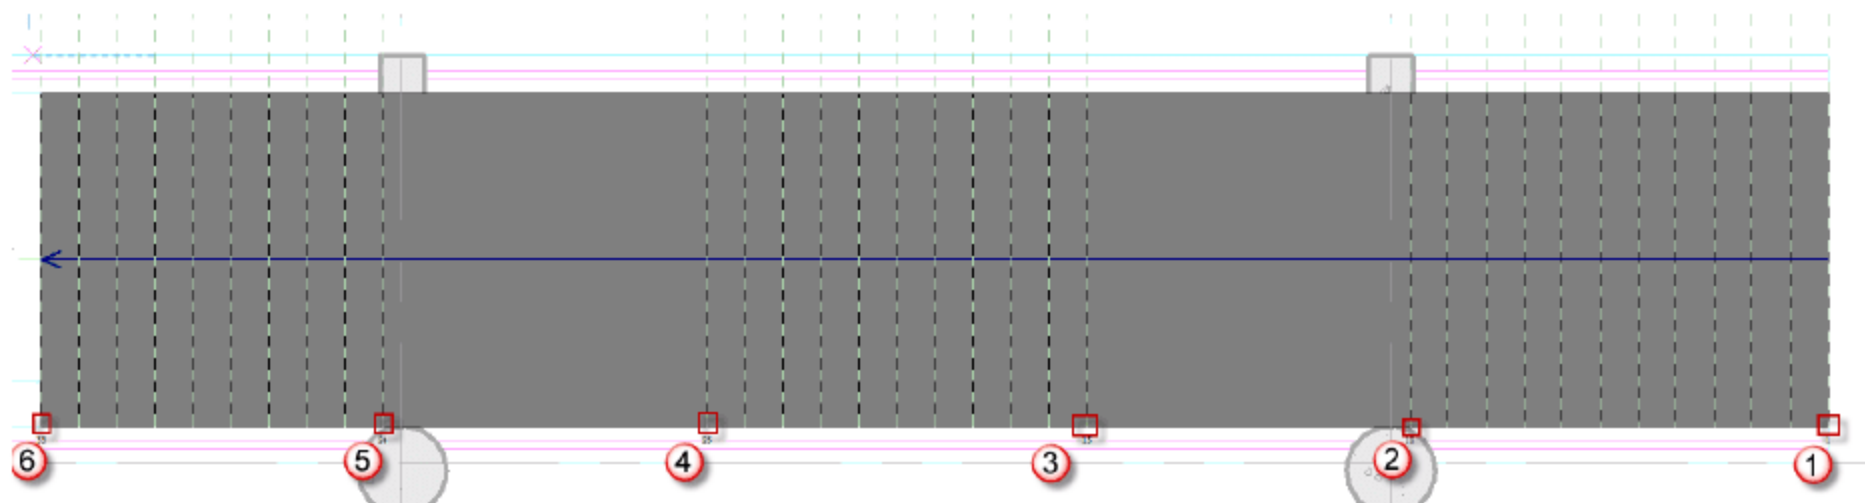

图 11.2.73 绘制第一、第二、第三梯段
(9) 绘制楼梯第一、第二、第三梯段。捕捉楼梯梯段的起始点“1”点，沿水平方向参照线向右绘制至梯段的终点“2”点，再捕捉到楼梯梯段的起始点“3”点，沿水平方向参照线向左绘制至梯段的终点“4”点，再捕捉楼梯梯段的起始点“5”点，沿水平方向参照线向左绘制至梯段的终点“6”点，如图 11.2.73 所示，每段楼梯之间会自动生成休息平台。